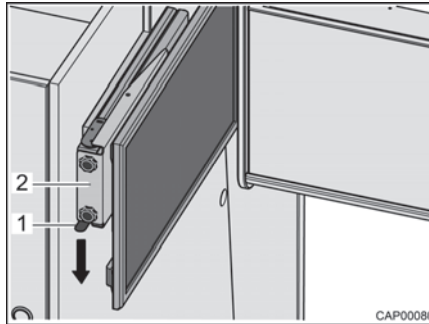

Bild 29 Utdrag med platt bildskärm
- Tryck låsfjädern (Bild 29,1) nedåt och dra ut utdraget (Bild 29,2) med den platta bildskärmen vågrätt i riktning mot fordonets mitt.
- Skjut in utdraget (Bild 29,2) med den platta bildskärmen vågrätt fram till anslaget. Låsfjädern (Bild 29,1) hakar fast hörbart.